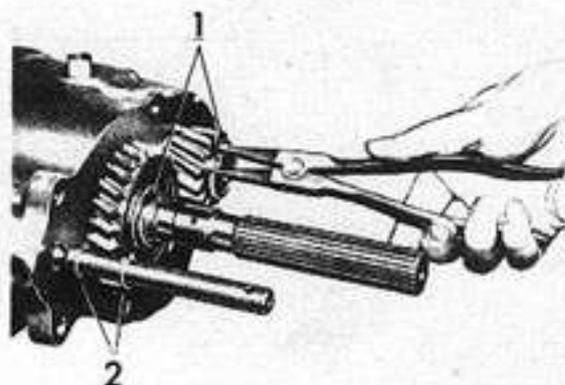

Fig. 15 - Extracción de los seguros (1) y los anillos de traba (2)
15. Sacar los seguros de los engranajes de marcha atrás del eje secundario y del quíntuple. (Fig. 15).
16. Sacar los anillos de traba de limitación del curso del eje selector de velocidades (Fig. 15).